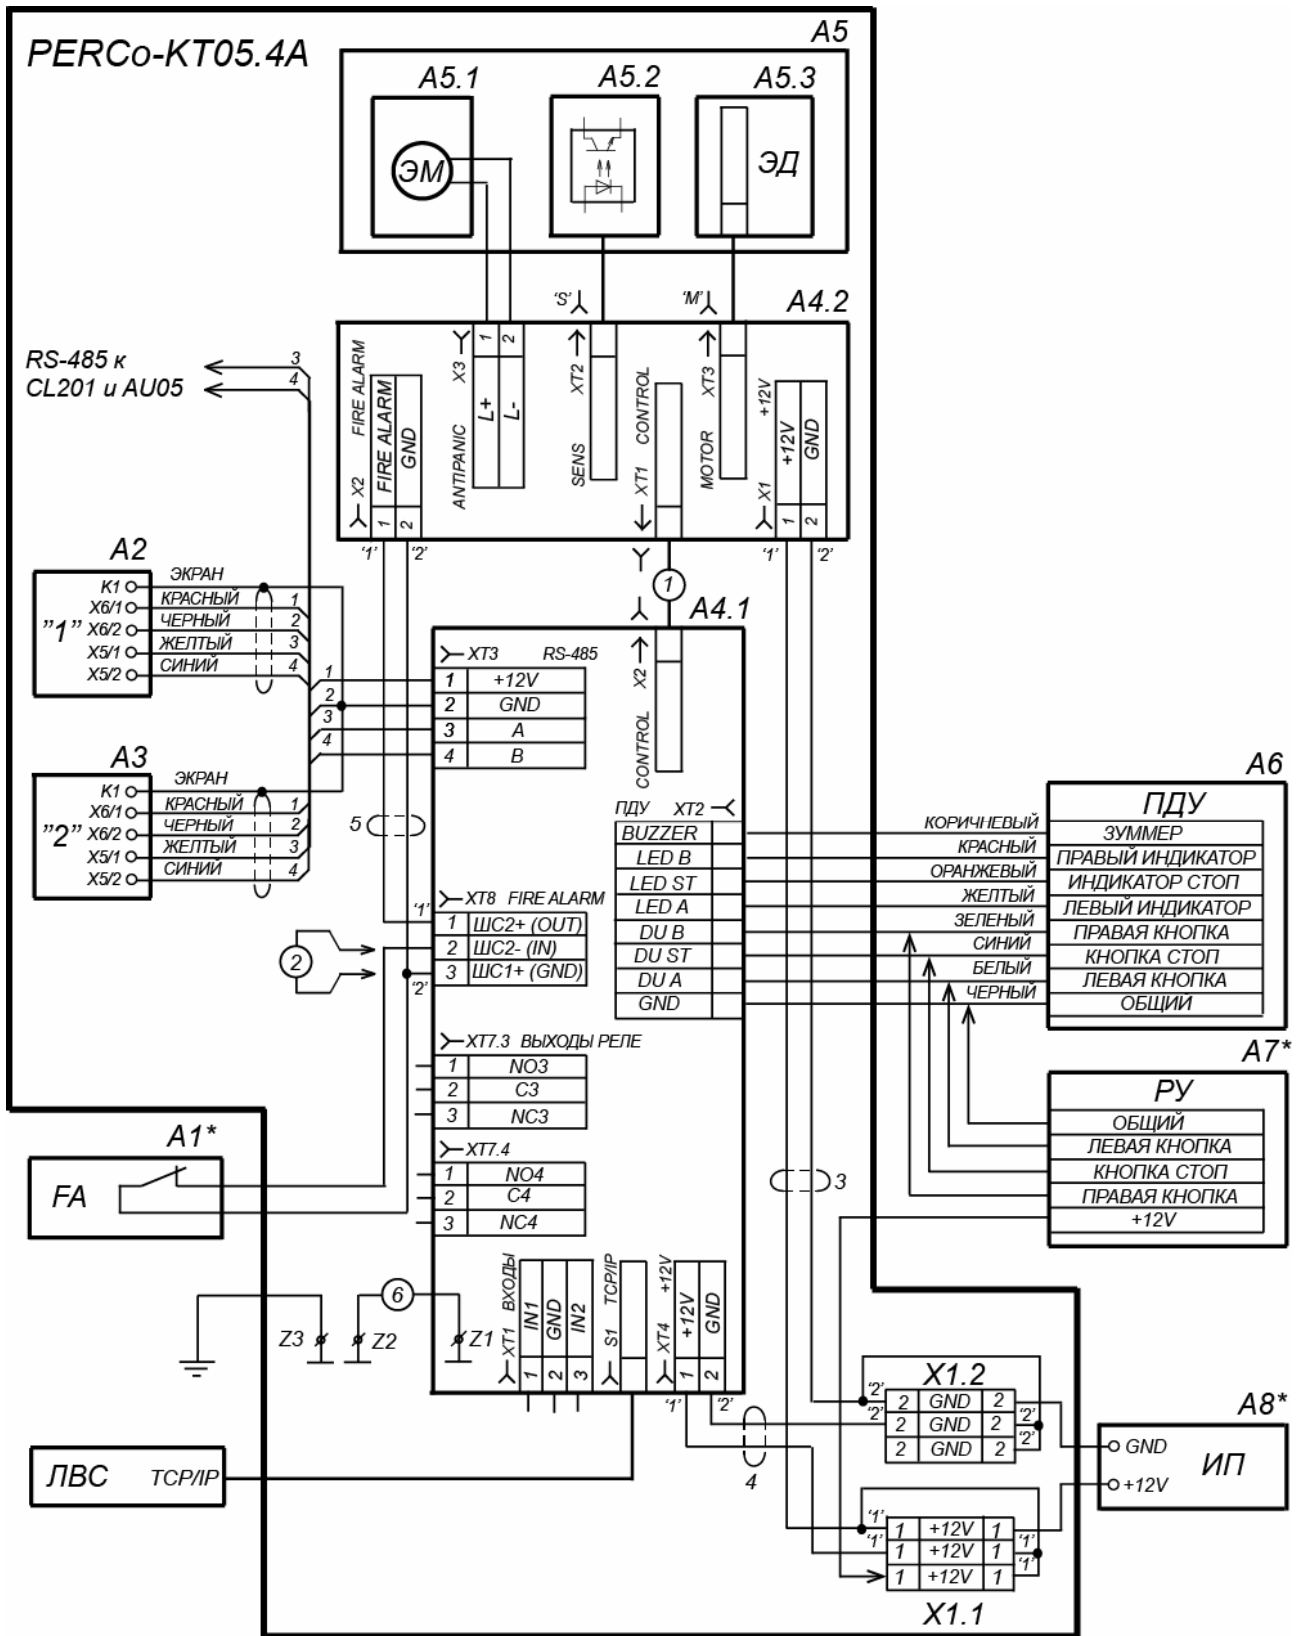

Рисунок 12. Схема подключения ЭП и дополнительного оборудования¹
Расположение клеммных колодок на плате контроллера ЭП показано на рисунке 5, назначение контактов клеммных колодок указано в табл. 1. Схема подключения приведена на рис. 12. Используемые при подключении типы кабелей указаны в табл. 5. При монтаже ЭП придерживайтесь следующей последовательности действий:
12. Подключите кабель питания (15) к клеммной колодке **X1** на кронштейне платы контроллера ЭП согласно схеме, приведенной на рис. 12.
13. Подключите кабель ПДУ (14) к клеммной колодке **XT2** платы контроллера ЭП согласно схеме, приведенной на рис. 12.
14. Подключите при необходимости кабели от других устройств к соответствующим клеммным колодкам согласно схеме, приведенной на рис. 12.